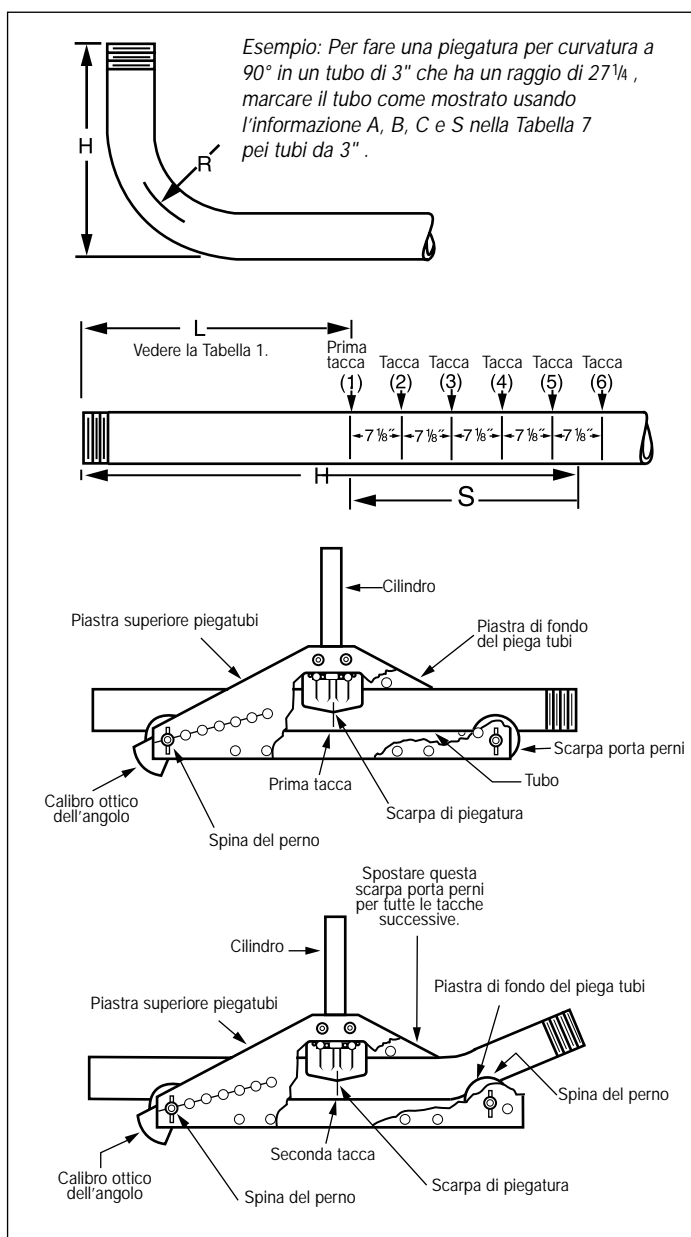

Figura 8, Piegatura per curvatura a 90°
1. Marcare la dimensione (H) desiderata per il tronchetto sul tratto dritto del tubo (vedere la Figura 8).
2. Trovare la dimensione del tubo che dovete piegare nella Tabella 6. Selezionare il raggio di curvatura desiderato per trovare la dimensione (S) di arretramento.
3. Misurare la dimensione posteriore (dedurre (S) e marcare il tubo).